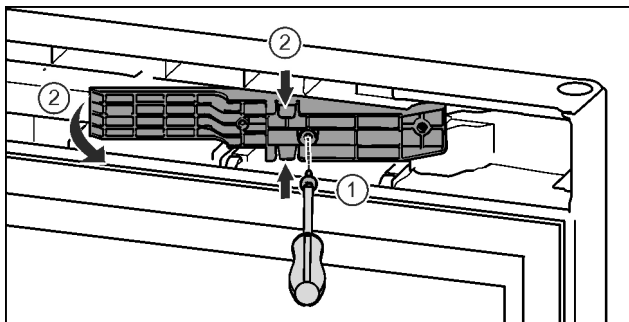

Fig. 16*
- ▶ Skrutkovačom T15 uvoľnite skrutky.* Fig. 16 (1)
- ▶ Vyťahnite adaptér.* Fig. 16 (2)